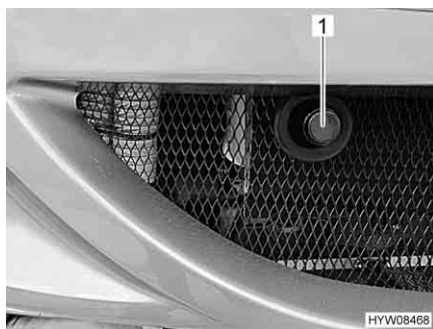

Fig. 42 Copertura (alloggiamento dell'occhione di traino)
- Rimuovere la copertura (Fig. 42,1).